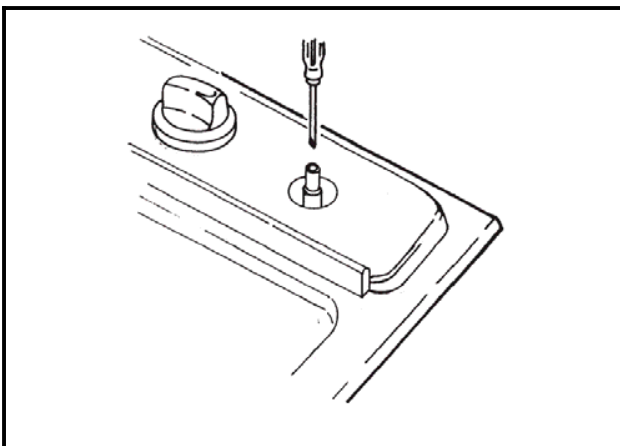

Fig. 8 - Abb. 8 - Рис. 8
- to adjust to the minimum, use a screwdriver on the screw placed on the tap (Fig. 8) after turning the tap to its minimum position. For LPG (butane/propane) screw tight.
- bei der Einstellung des Mindestwertes, den Hahnhebel auf das Minimum drehen und die Einstellschraube am Hahn mit entsprechendem Schraubenzieher drehen (s. Abb. 8). Bei Betrieb mit Flüssiggas (Butan- /Propangas) Einstellschraube fest anziehen.
- При установке уровня минимальной подачи газа рычаг крана повернуть в положение минимум и соответствующей отверткой вращать регулировочный винт (см. Рис. 8). При использовании жидкого газа (бутан-пропан) завернуть крепко регулировочный винт.